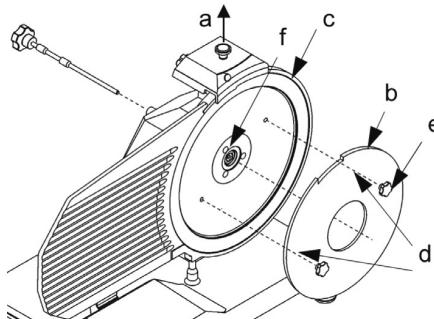

Рис. 5 – Установка устройства из оргстекла (b)
Для того, чтобы очистить нож с другой стороны, его следует снять (смотри Рис. 5).
- снимите защиту ножа (смотри Рис. 5);